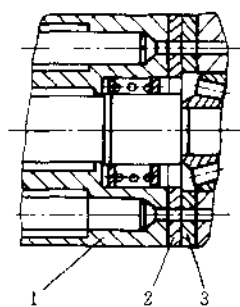

图 10.4-7 浮动过渡板结构
**浮动过渡板** 见图 10.4-7。过渡板 2 与缸体 1 的相对浮动进行自动补偿,此结构加工、维修方便,但补偿量少。